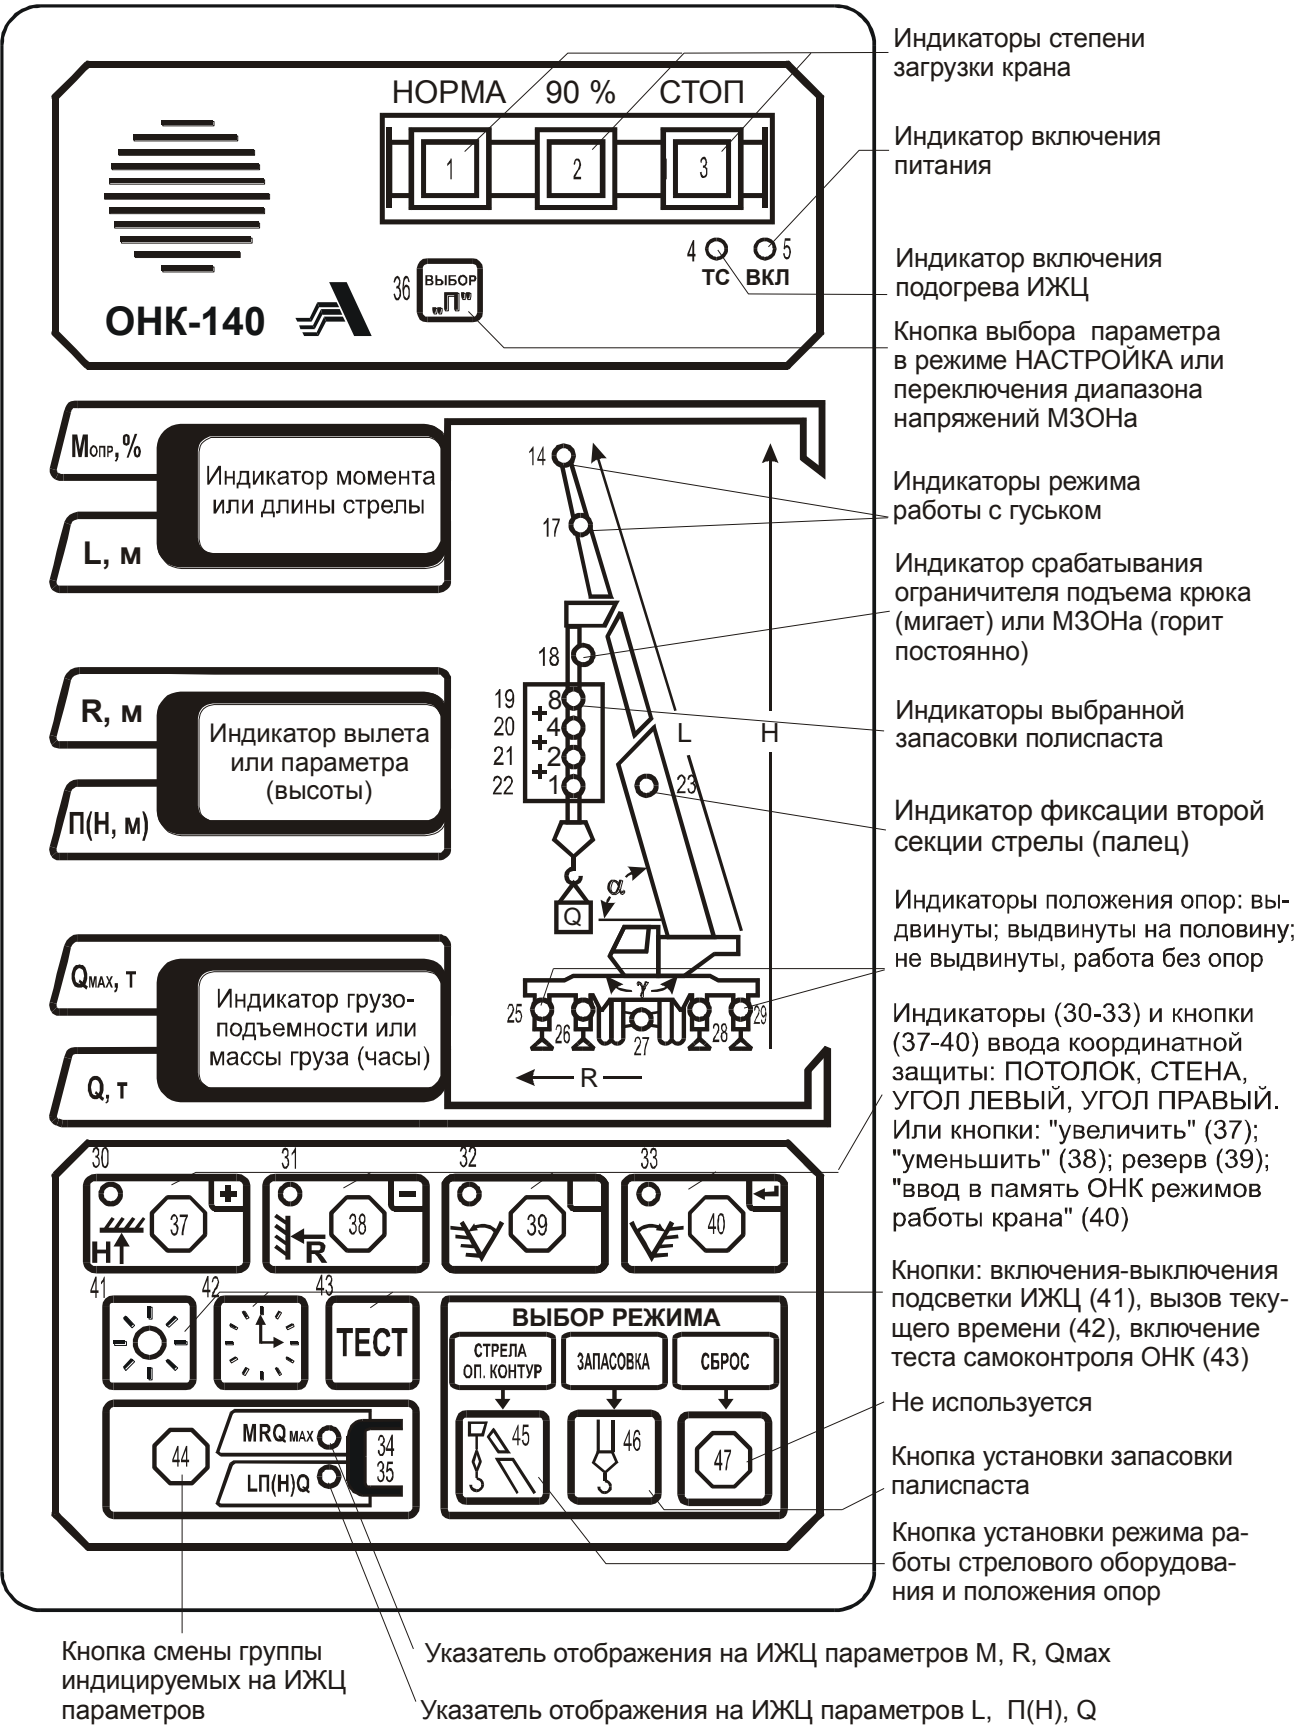

Рисунок 7 -Лицевая панель БОДа
4.1.2 Установить переключатель РАБОТА - НАСТРОЙКА в положение РАБОТА. Включить тумблер ПИТАНИЕ на пульте крана и проконтролировать (через время не более 1 мин) загорание светодиода ВКЛ на передней панели БОДа (см. рисунок 7).
При этом на индикаторы БОДа выдаются (см. рисунок 7):